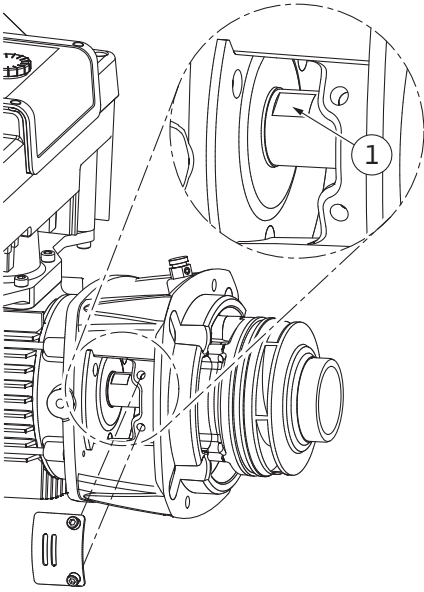

Fig. 105: Mil üzerindeki anahtar yüzeyleri
14. Braket penceresine açık ağızlı bir anahtar (22 mm) yerleştirin ve mili anahtar yüzeylerinde tutun (Fig. 105, poz. 1). Çark somununu (Fig. I, poz. 22) çıkarın. Çark (Fig. I, poz. 21) otomatik olarak milden çıkarılır.
3. Braket penceresine açık ağızlı bir anahtar (22 mm) yerleştirin ve mili anahtar yüzeylerinde tutun (Fig. 105, poz. 1).
10. Açık ağızlı anahtarı (32 mm) braket penceresine (Fig. IV, poz. 38) yerleştirin ve mili anahtar yüzeylerinde tutun (Fig. 105, poz. 1). Çarkı, rondelalar ve somun ile birlikte monte edin. Somunu sıkın. Mekanik salmastranın eğrilerek zarar görmesini önleyin.